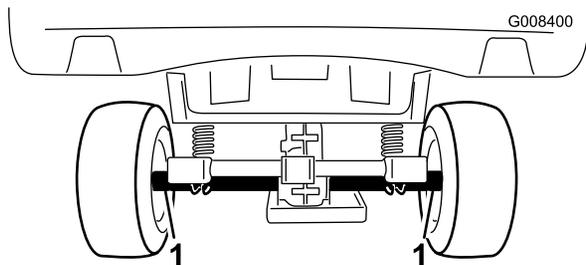
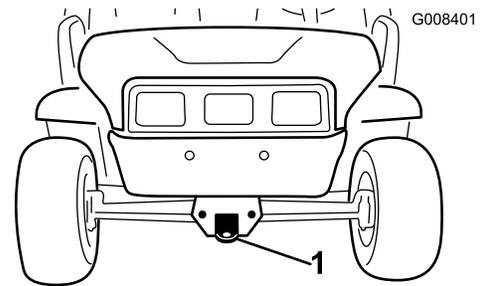

Figure 15
Figure 16
la remorque. L'emplacement des points d'attache est indiqué à la Figure 15 et Figure 16.
2. Accrochez un câble de remorquage à la flèche d'attelage à l'avant du châssis (Figure 16).